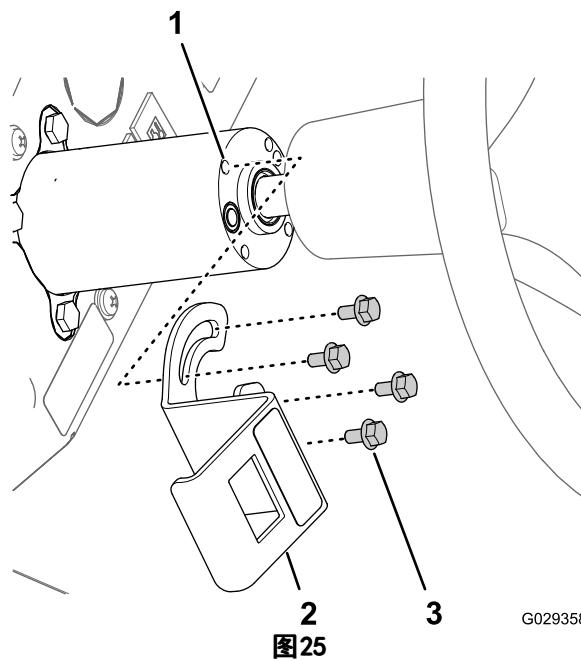

图25
3. 将 8 插槽接头穿过支架上的开口，连接至 3 位宽柄开关（泡沫控制开关）背面的插脚上（图25）。